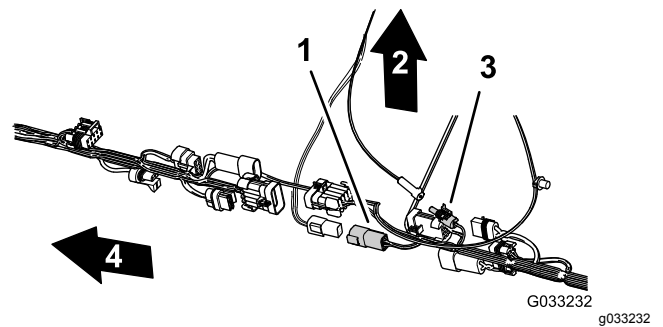

Figura 120
7. Para facilitar la conexión del arnés eléctrico y del arnés de datos de navegación, asegúrese de que el conector hembra de 1 vía del arnés de cables trasero y el conector hembra de 4 vías del arnés de cables trasero estén alineados en la parte superior del arnés (Figura 120).